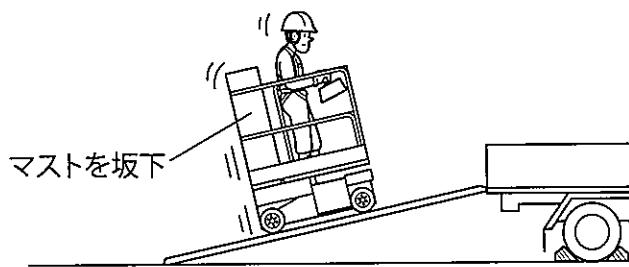

図 1-6
- 傾斜地を走行する場合は、傾斜に対して本機を図 1-6 の向きに合わせ、ゆっくりと慎重に走行してください。